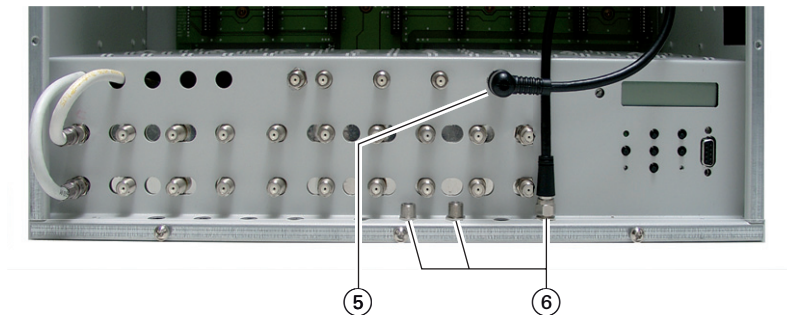

Abb. 27
- Ausgang ⑤ des Ausgangssammlers mit einer der vorgesehenen Kabeldurchführungen ⑥ im Gehäuseboden verbinden (Abb. 27).
- Andere Seite der Kabeldurchführung ⑥ im Gehäuseboden mit dem Kabelnetz verbinden (Abb. 27).